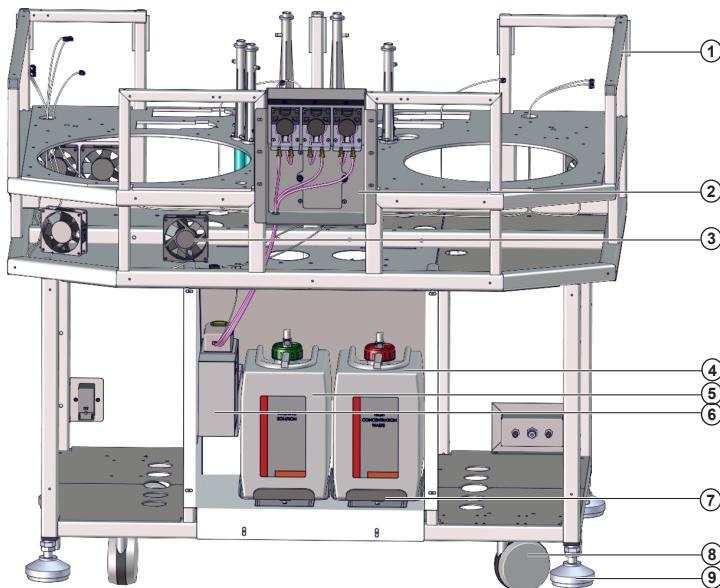

Ilustración 3.18 Vista de la estructura por delante
El módulo ISE (2) está ubicado en el centro de la parte superior, el kit de reactivos del modulo ISE (6) se coloca en la parte central inferior. Ver ilustración 3.18.
Referencias de la ilustración 3.18 y 3.19